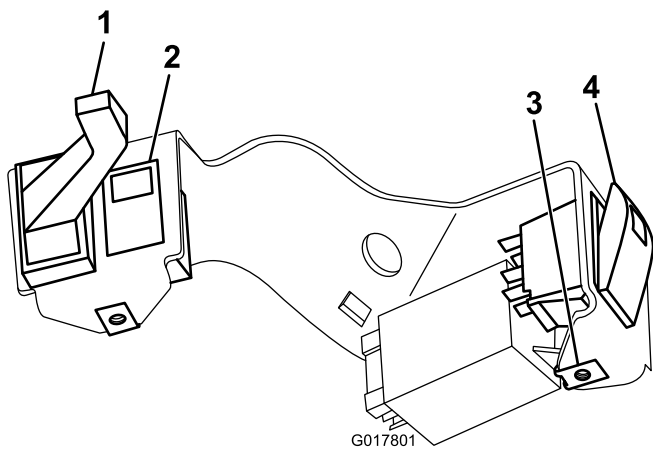

図 9
2. コラムブラケットに方向指示器ランプを取り付ける（図 9）。
3. コラムブラケットに方向指示器レバースイッチとハザードスイッチを取り付ける (図 9)。
4. コラムブラケットに、スピードナットを通す (図 9)。